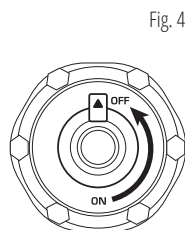

Fig. 4
6. După ce generatorul se oprește, lăsați-l să se răcească și închideți ventilul de aer de pe bușonul de combustibil (puneți pe „OFF”, așa cum se arată în Fig. 4)